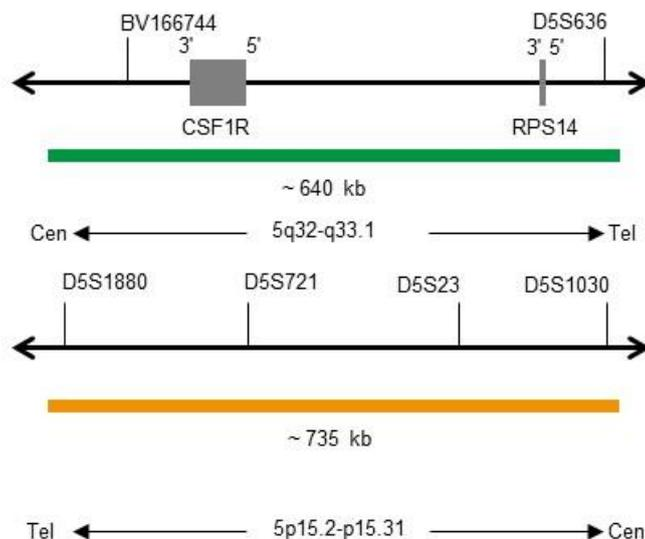

Fig. 1: Cima: SPEC CSF1R Mapa da sonda; Baixo: SPEC D5S23,D5S721 Mapa da sonda (sem escala)
- Polinucleótidos (~10.0 ng/μl) com marcação ZyGreen (excitação 503 nm/emissão 528 nm), dirigidos ao mapeamento de sequências alvo em 5q32-q33.1* (chr5:149,274,320-149,913,159) contendo o gene CSF1R (ver Fig. 1).
- Polinucleótidos (~4.5 ng/μl) com marcação ZyOrange (excitação 547 nm/emissão 572 nm), dirigidos ao mapeamento de sequências alvo em 5p15.2-p15.31* (chr5:9,233,775-9,967,465) contendo o locus D5S23,D5S721 (ver Fig. 1).